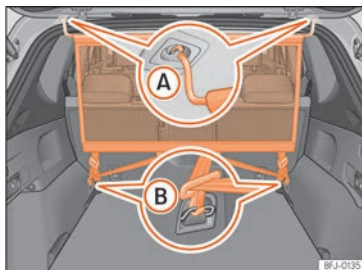

Fig. 132 Rede de separação montada.
• Engate a rede de separação no alojamento esquerdo do teto »» Fig. 132 (A). Assegure-se
• Engate a rede de separação no alojamento direito do teto, comprimindo a vareta transversal »» Fig. 132 (A).
• Engate os dois ganchos da rede de separação nas argolas de fixação da bagageira »» Fig. 132 (B) e tensione bem os cintos de fixação.
• Desengate os ganchos da rede das argolas de fixação »» Fig. 132 (B).
• Desengate a rede de separação do alojamento direito do teto »» Fig. 132 (A) comprimindo a vareta transversal.